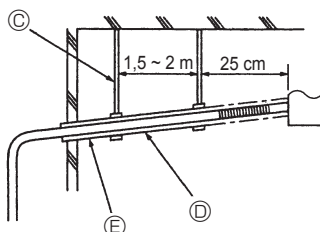

Fig. 8-2
- (4) Achten Sie darauf, dass das Gefälle der Drainageleitung größer als 1/100 ist. (Fig. 8-2)